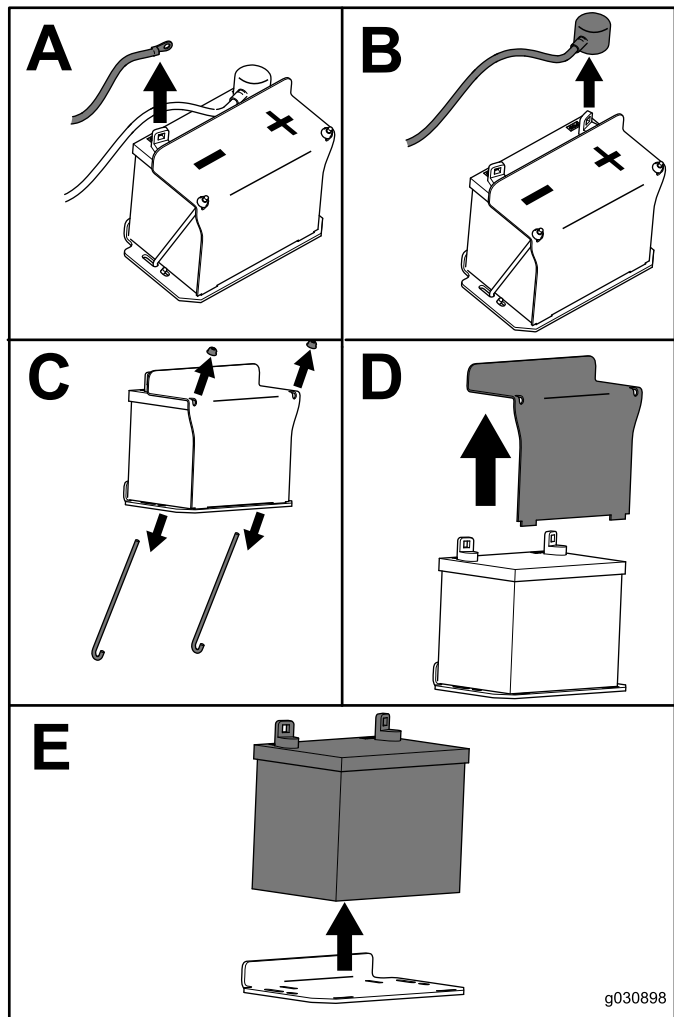

Figura 47
3. Retire la batería según se muestra en Figura 47.